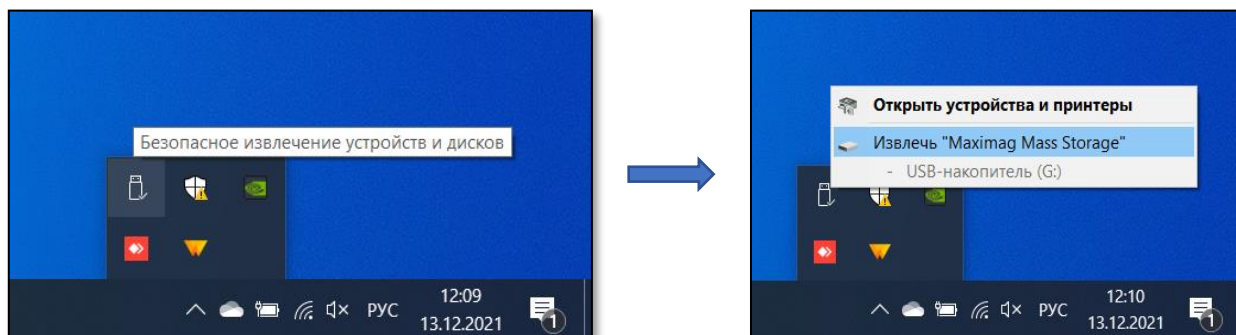

Рисунок 72 Безопасное отключение пульта MaxiMag от ПК
3.1.4 После копирования файла прошивки в память, безопасно отключите пульт MaxiMag от ПК. Для этого в нижнем правом углу рабочего стола ПК нажмите иконку «Безопасное извлечение устройств и дисков» (Рисунок 72). Далее нажмите на пункт «Извлечь «MaxiMag Mass Storage»».